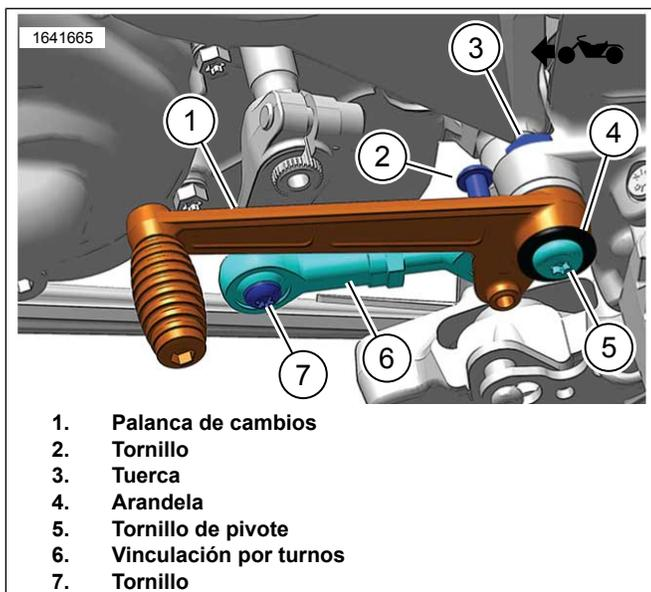

Figura 2. Extracción de la palanca de cambios/del varillaje de cambios
2. Consulte la Figura 2. Quita el tornillo del varillaje de cambios delantero (7).
3. Consulte la Figura 2. Quita el tornillo de pivote de la palanca de cambios (5), la arandela (4) y la tuerca (3).
4. Consulte la Figura 2. Quita la palanca de cambios (1) y el varillaje de cambios (6) del saliente de la estructura.
5. Consulte la Figura 2. Quita el tornillo (2) del varillaje de cambios (6) de la palanca de cambios (1).